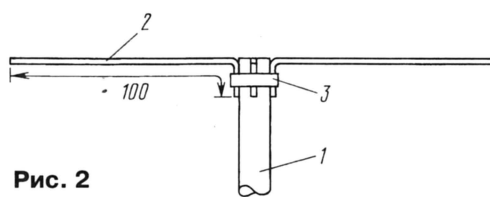

Рис. 2
Конструкция емкостной нагрузки показана на рис. 2. Она состоит из четырех дюралюминиевых полос (2) длиной 100 см, шириной 6 мм и толщиной 1 мм. Один из концов каждой полосы загибают под углом 90° на длину 50 мм (зажав в тиски и прогрев место сгиба газовой горелкой). С помощью зажимающего хомута (3) их крепят к основному излучателю, образуя горизонтальный “крест”. Для повышения механической стабильности “креста” конструкцию можно усилить, установив в центре диск диаметром 150 мм.